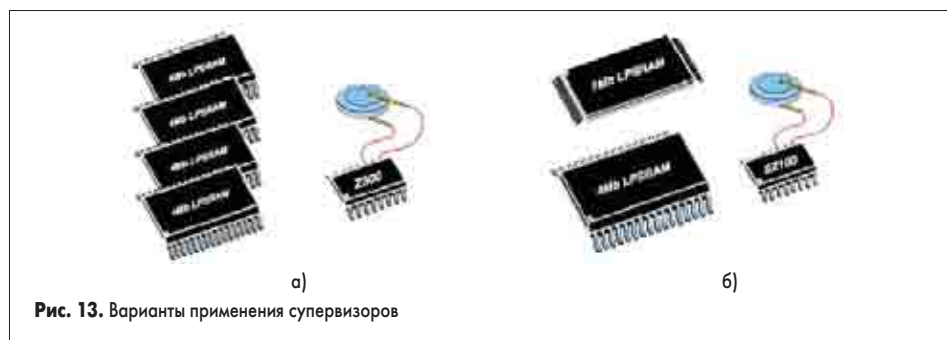

Рис. 13. Варианты применения супервизоров
- 16 Мбит, 3 или 5 В SMT-решение, использующее супервизор M40Z300 без верхней батареи с четырьмя маломощными ОЗУ типа M68Z512 (рис. 13, а);
- 1 Мбит или 4 Мбит, 3 В SMT-решение, использующее SNAPHAT-супервизор M40SZ100W и маломощные SRAM типа M68Z128W или M68Z512W (рис. 13, б).